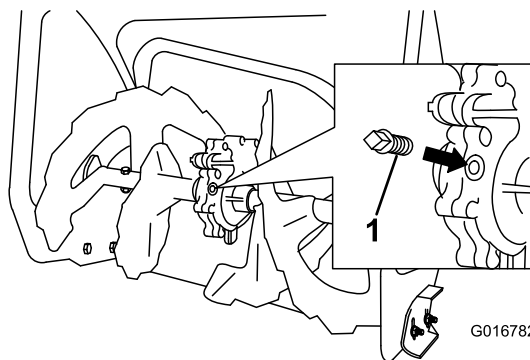

Figura 32
2. Curățați zona din jurul dopului de țevă (Figura 32).